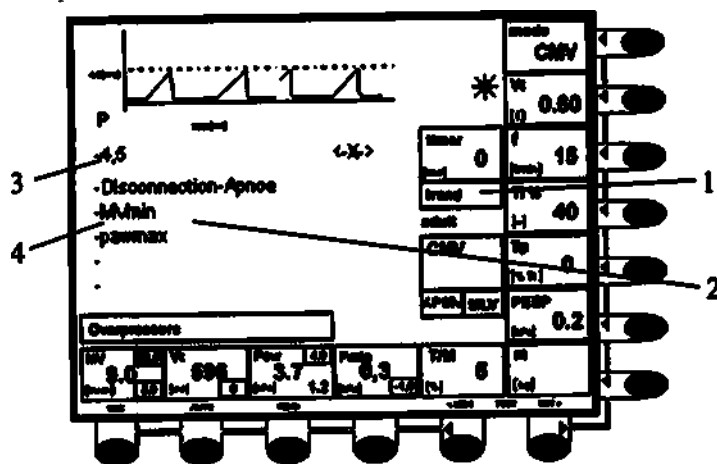

Рис. 50.1
(2) – см. рис. 50.1, истории тревог наиболее высокого приоритета (4) за последних 24 часа в такте 5 минут. В таблице можно вызвать историю тревог (4) в желаемом промежутке времени (3) с (минус) -24 часов до настоящего времени, т.е. за предшествующих 24 часов – см. пример рис. 50.1. Одновременно можно изобразить 10 тревог наиболее высокого приоритета. Выбор требуемого времени (3) возможен в состоянии активной таблицы (2) поворачиванием элемента управления ВВОД.